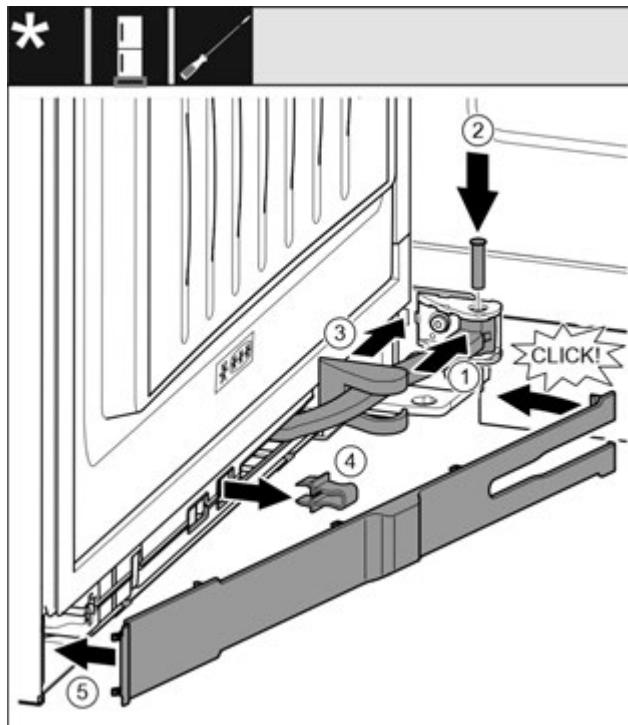

Fig. 47
- Поверніть шарнір у навішуванні. Fig. 47 (1)
- За допомогою викрутки T15 встановіть гвинт в навішування та шарнір. При цьому виступ фіксатора повинен займати правильне положення в пазу. Fig. 47 (2)
- Просуньте кришку опорного кронштейна вздовж шарніра та встановіть її над навішуванням. Fig. 47 (3)
- Зніміть запобіжник. Fig. 47 (4)
- Встановіть накладку з боку ручки та поверніть. Fig. 47 (5)